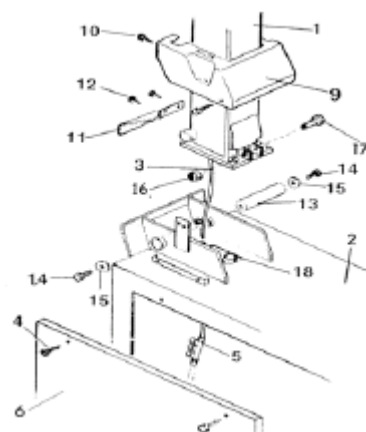

Рис.3
- 1) Установить стойку (1, Рис.3) в ее нишу на корпусе станка (2, Рис.3). Протянуть воздушный шланг (3, Рис.3) через большое круглое отверстие в стойке.
- 2) Вставить штифт (13, Рис.3) в стойку, как показано на рис. 3 и зафиксировать его при помощи болтов (14, Рис.3) и шайб (15, Рис.3).
- 3) При помощи болта (17, Рис.3), который фиксируется со стопорной гайкой (16, Рис.3), соединить штифт (18, Рис.3) цилиндра наклона стойки.
- 4) Выкрутить шесть болтов (4, Рис.3) с правой стороны крышки (6, Рис.3) и снять ее. Подсоединить воздушный шланг (3, Рис.3) со стойки к муфте (5, Рис.3).
- 5) Снова установить боковую крышку (6, Рис.3) и привинтить ее болтами (4, Рис.3).
- 6) Установить пластиковый кожух и закрепить его четырьмя колпачковыми гайками (10, Рис.3).
- 7) Установить кожух (11, Рис.3) с тыльной стороны вертикальной стойки (12, Рис.3)